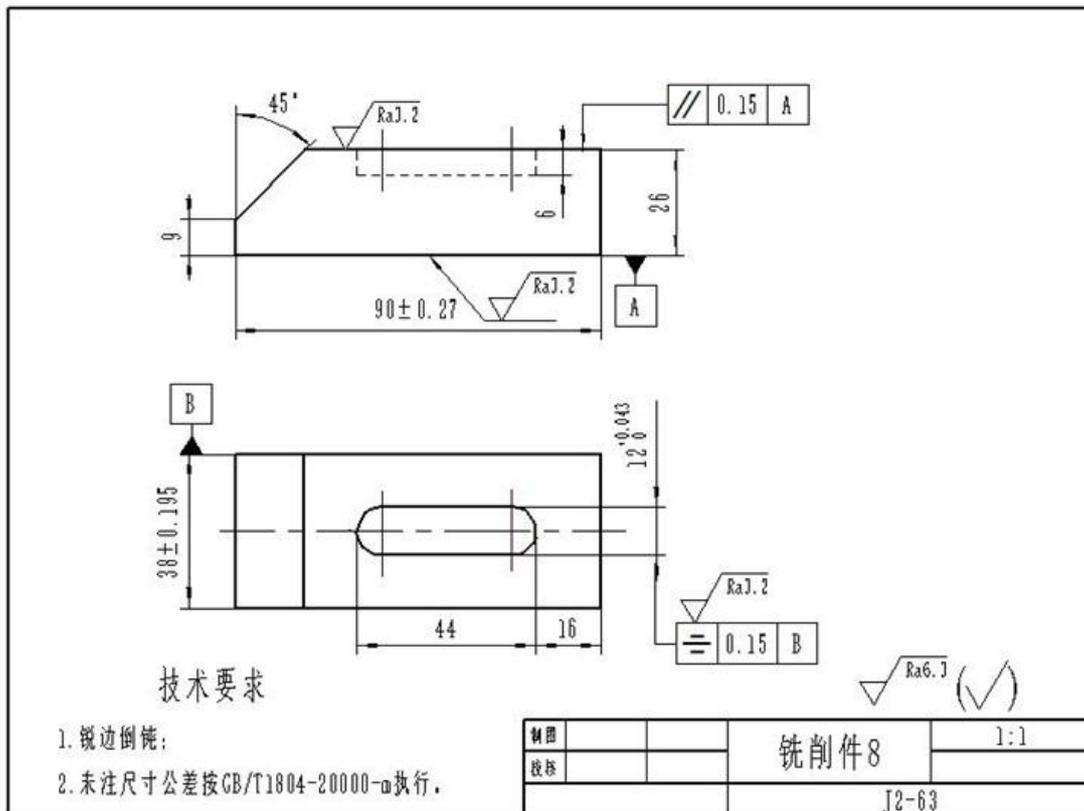

图 2.63 铣削件·8
(1) 任务描述：试在X5032铣床上加工如图 2.63 工件，所提供的工件毛坯规格：长、宽、高为 95mm×40mm×30mm，45 钢。根据使用要求，需要将毛坯铣削90mm×38mm×26mm 长方体，保证图示位置上下两个表面结构 Ra3.2 μm 且平行度要求为 0.15mm，其余表面结构 Ra6.3 μm；在此基础上，图示位置还需加工宽度为 12mm 封闭键槽和一个 45° 斜面；最终结构要素的加工形状、公差要求以及表面质量等以图纸标注为准。